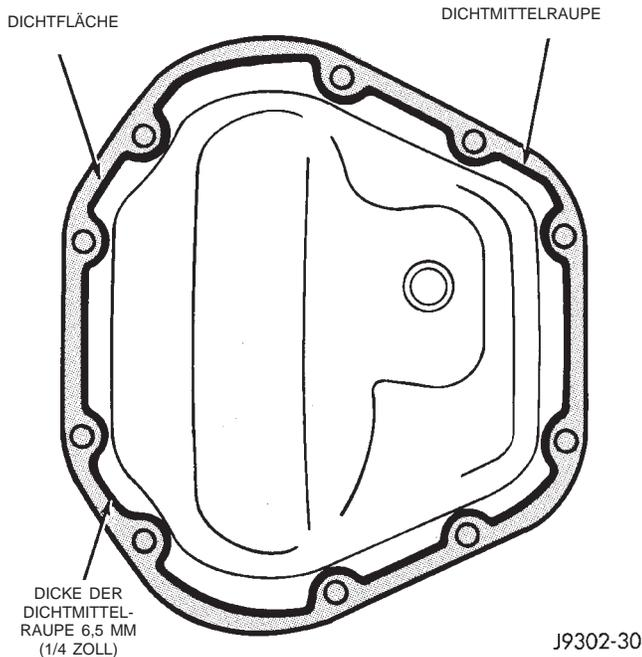

Abb. 54 Gehäusedeckel mit Dichtmittelraupe—
(1) Alte Dichtmasse von den Kontaktflächen des Gehäuses und des Deckels entfernen. Die Kontaktflächen mit einem Lösungsmittel reinigen. Die Kontaktfläche des Differentialgehäusedeckels (Abb. 54) mit einer Dichtmittelraupe belegen (Mopar® Silikon-Dichtmasse). Die Dichtmasse einige Minuten an der Luft trocknen lassen.